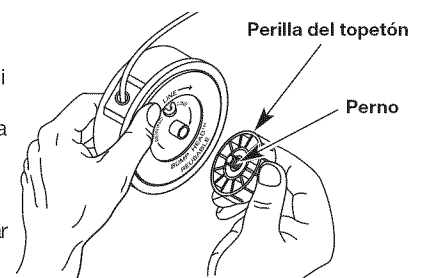

Fig. 13
1. Sostenga la bobina exterior con una mano y desenrosque la perilla del topetón en sentido antihorario (Fig. 13). Inspeccione el perno de adentro de la perilla percuisva para verificar que se mueva con libertad. Cambie la perilla percuisva si está dañada.
- Sostenga la bobina exterior con una mano y desenrosque la perilla percusiva en sentido antihorario (Fig. 13). Inspeccione el perno dentro del botón de tope para verificar que se mueva con libertad. Cambie el botón de tope si está dañado.